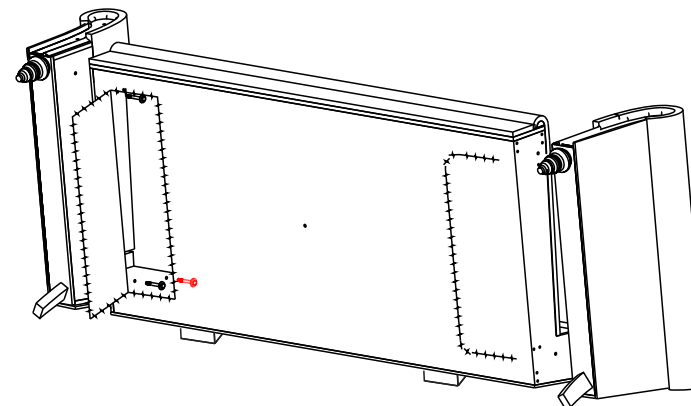

рис. 3
- 4) **прикрутить** боковины к каркасу болтами с шайбами. Болты А для модуля 3М прикрутить через отверстие в нижней заглушке, расстегнув застежку-молнию рис.2. Для модулей 4М,42,32 - рис.3